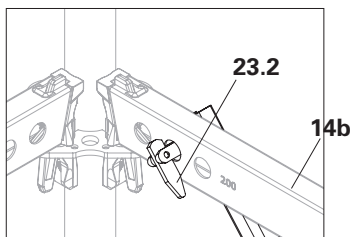

Fig. A4.07e
- La diagonale verticale UBL-2 è montata. (Fig. A4.07e)
Dopo il montaggio delle diagonali verticali UBL, tutti i perni girevoli (**23.2**) della struttura devono essere trasversali e poggiare su entrambi i lati del foro (fig. A4.07e).